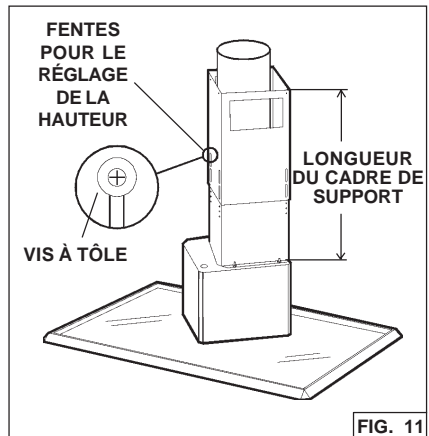

FIG. 11
4. Calculez la distance entre le filtre de la hotte et la partie supérieure du plan de cuisson. Suivez les instructions du schéma pour adapter le cadre de support à la longueur appropriée. Fixez les deux parties au moyen de quatre (4) vis à tête. Fig. 11.